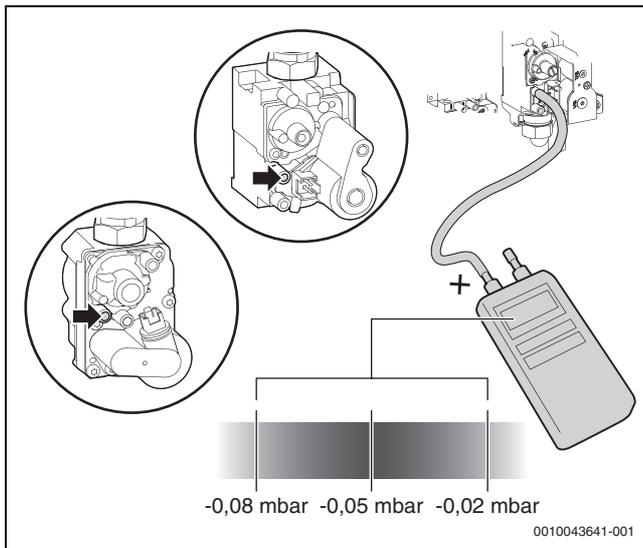

Fig. 32 Medir la presión diferencial
- ▶ Abrir el tornillo de medición para la presión diferencial de la válvula de gas (→ fig. 32).
- ▶ Medir la presión diferencial de la válvula de gas (→ fig. 32). La óptima presión diferencial es de -0,05 mbar.